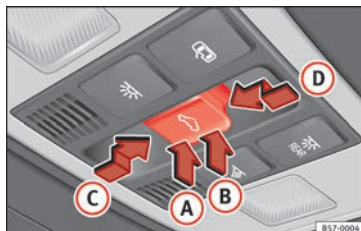

Fig. 132 No revestimento interior do teto: tecla do teto de vidro.
A tecla  » **Fig. 132** tem dois níveis. No primeiro nível pode colocar-se o teto na posição defletora, abrir ou fechar total ou parcialmente.
- *Teto de vidro*: antes que decorram aprox. 5 segundos desde a ativação da função antientalamento, pressione a tecla  »» **Fig. 132** até ao segundo nível no sentido da seta »» **Fig. 132**  até que o teto se feche completamente.